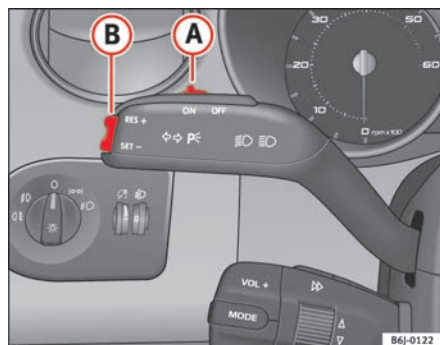

Fig. 104 Leva degli indicatori di direzione e degli abbaglianti: l'interruttore e il tasto di comando del regolatore di velocità
- Quando il veicolo raggiunge la velocità che si intende poi mantenere, premere una sola volta sulla parte inferiore del tasto **SET** ⇒ fig. 104 **B**.